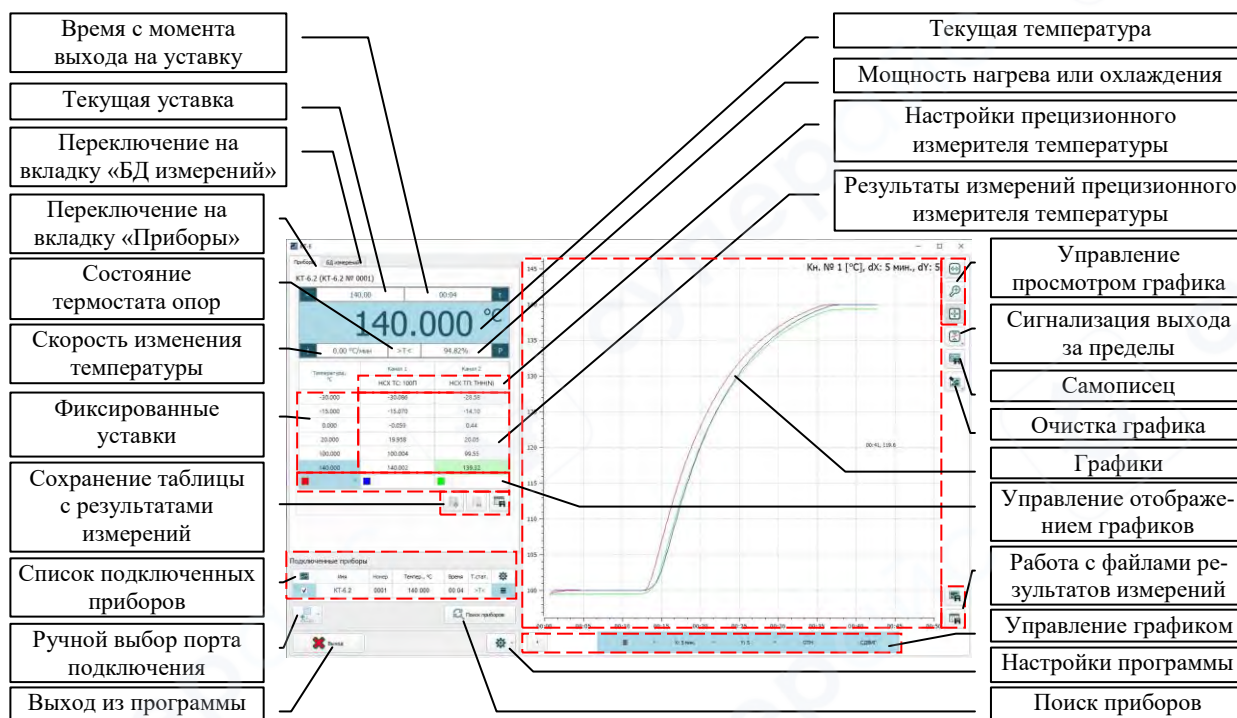

Рис. 5
4.3.3 После запуска программы на дисплее ПК появится окно, рис. 5. Если в настройках программы выбран режим «Автоподключение», п. 4.3.12, то программа в автоматическом режиме начнет поиск подключенных к ПК приборов. После завершения поиска все найденные приборы отобразятся в программе. Их настройки будут считаны. Если в настройках программы режим «Автоподключение» не выбран, то после запуска программы необходимо нажать на кнопку «Поиск приборов».